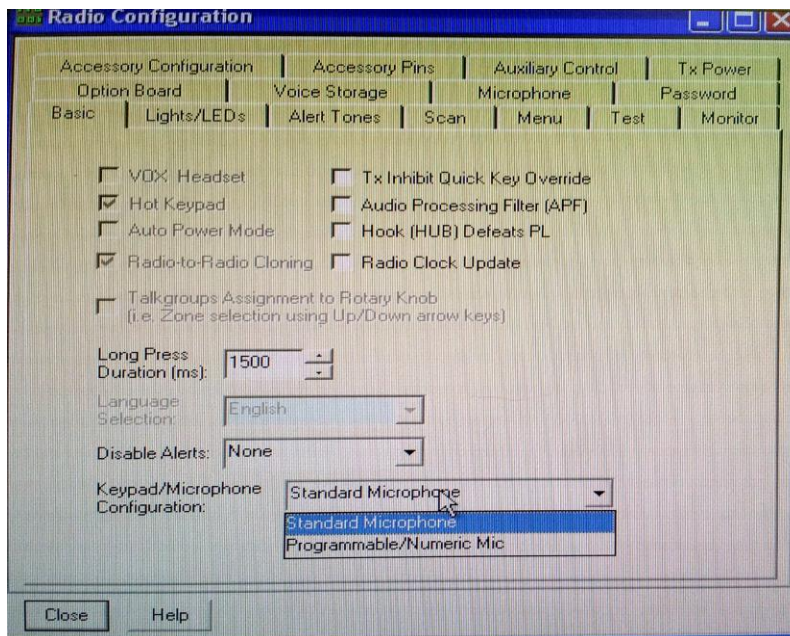

Figura 3.14 Activación de micrófono DTMF.
12. se activa el micrófono DTMF ver Figura 3.14.